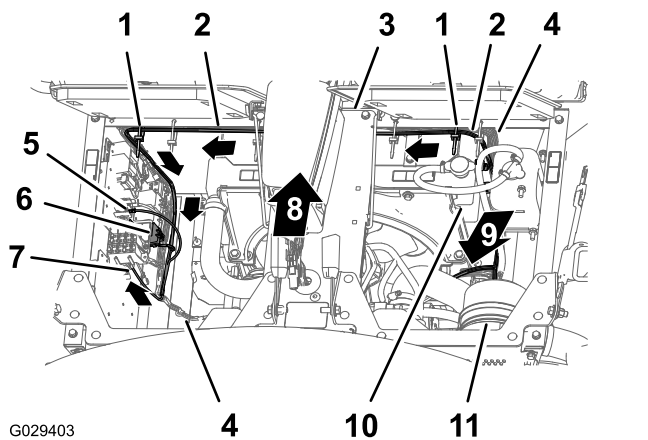

Рисунок 194
3. Проложите ответвление длиной 197 см для моторного отсека, отходящее от жгута проводов, вниз вдоль левой стороны радиатора и поперек нижней части электрической панели (Рисунок 194).
4. Прикрепите жгут проводов для доводочного комплекта к жгуту проводов машины с помощью двух кабельных стяжек, как показано на Рисунок 194.